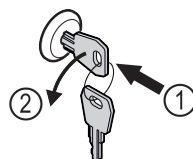

Fig. 171
- Πιέστε μέσα το κλειδί. Fig. 171 (1)
- Περιστρέψτε το κλειδί 90° αριστερόστροφα. Fig. 171 (2)